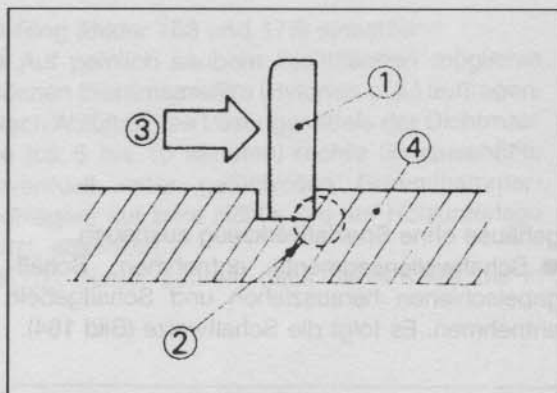

Bild 167
- Darauf achten, dass Sprengringe einwandfrei in ihren Nuten sitzen. Scharfe Kante der Seegerringe weist entgegen der Druckrichtung (Bild 167). Reichlich MoS₂-Fett oder entsprechendes Produkt begeben. Zahnräder auf Leichtgängigkeit und Bewegungsfreiheit auf Wel-